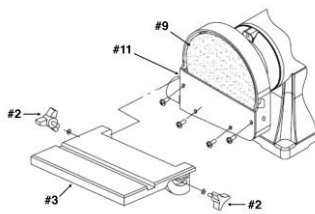

fig. 1
1. Glissez la table de disque (n° 3) sur le protecteur de disque (n° 11) (fig. 1).